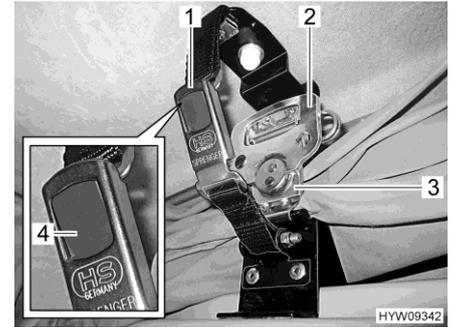

Bild 34 Verriegelung
- Auf beiden Seiten das Schnellspannschloss (Bild 34,3) nach unten ziehen und in Halteplatte einhängen.
- Jeweils Griff (Bild 34,2) am Schnellspannschloss ausklappen und eine halbe Umdrehung im Uhrzeigersinn drehen.
- Jeweils die beiden Teile des Schnappschlusses (Bild 34,1) zusammenstecken. Der graue Druckknopf (Bild 34,4) rastet ein.